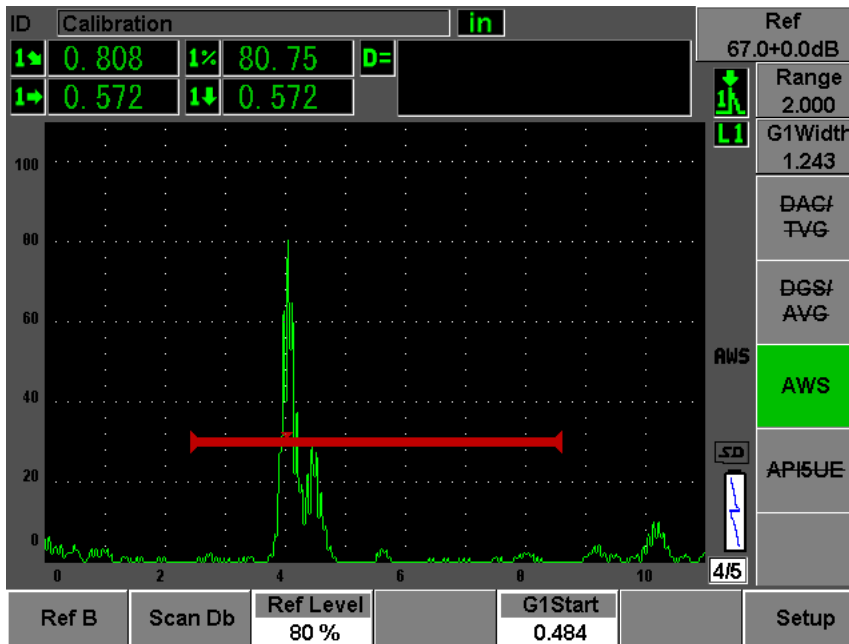

図 12-19 保存前の基準 B 値
3. **AWS** > “**基準 : Ref**” **B** を選択し、ゲート設定された反射源を “**基準 : Ref**” **B** 値として保存し、**YES** を選択して確認します (260 ページ図 12-19 参照)。